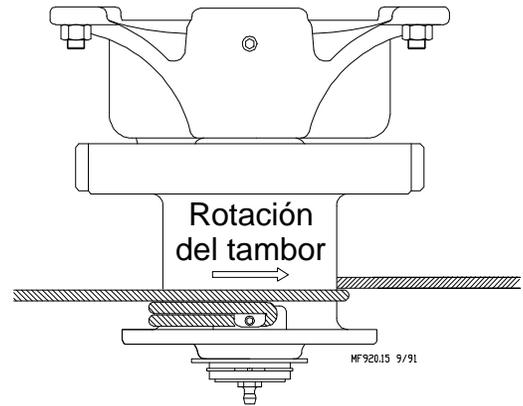

Figura 11. (Vista del final)
5. Girar el tambor del malacate una vuelta completa. Guiar el cable contra la pestaña en la parte inferior del tambor del malacate. El cable no se debe enrollar sobre sí mismo en el tambor, sino que debe hacerlo lo más cerca posible de cada vuelta anterior. Ver la **Figura 11**.